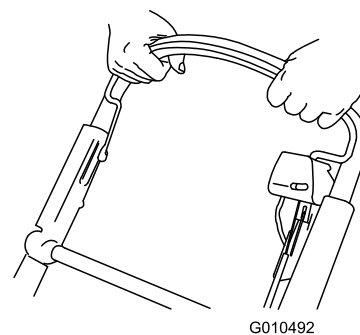

Figure 23
2. Maintenez la barre de commande de la lame contre le guidon (Figure 23) pour engager la lame.